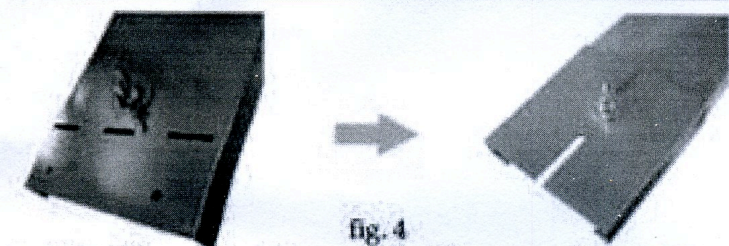

fig. 4
1. Con l'ausilio di un seghetto asportare la lamiera pretagliata nella parte anteriore delle due traverse, inserire le due traverse come per Eurocassonetto ad un'anta. Fatto questo unirle con la staffa di giunzione facendole scorrere fino ad accoppiarle perfettamente, quindi stringere le viti. (come in fig. 4)